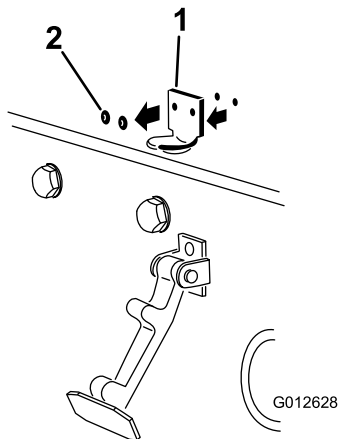

Figure 3
2. Retirez les 2 rivets qui fixent le support du verrou au capot (Figure 3) et déposez le support du capot.